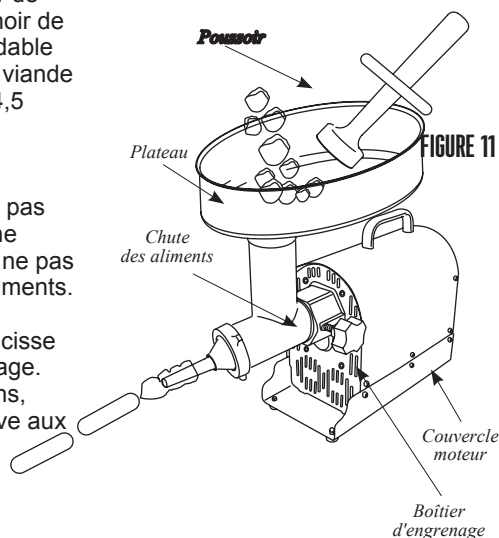

FIGURE 11
5. Déplacer entre 10 à 15 cm de l'enveloppe de l'extrémité de l'entonnoir de bourrage et faire un nœud à l'extrémité de l'enveloppe. Avec une enveloppe plus fibreuse à grand diamètre, tenir l'extrémité fermée de l'enveloppe bien serrée contre l'extrémité de l'entonnoir de bourrage (FIGURE 11).